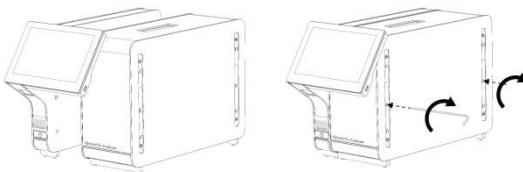

Figura 3. Acoplamiento del módulo operativo al módulo analítico.
3. Retire el módulo operativo de la caja y acóplelo al lado izquierdo del módulo analítico. Apriete los tornillos con la herramienta de montaje del módulo analítico-operativo suministrada con el QIAstat-Dx Analyzer 1.0 (figura 3).